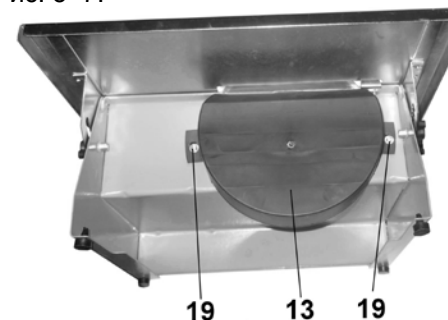

Рис. 5
12.1. Отрезной диск, где режущая часть (напыление) полностью выработалась, подлежит замене. Перед установкой отрезного диска (10) на плиткорез внимательно его осмотрите. На нём не должно быть трещин, сколов. Помните, что отрезной диск (10) достаточно хрупкий. Крайне внимательно обращайтесь с отрезным диском, избегая его ударов и падений, Рис. 5÷7.
12.3. Удерживая гаечным ключом (20) шпindel (22), вторым гаечным ключом (21) открутите гайку (25) и снимите фланец (23), Рис. 5÷7. Снимите отрезной диск (10). Проверьте рабочие поверхности шпинделя (22) и фланцев (23 и 24). С учётом направления вращения установите новый отрезной диск (10), установите фланец (23) и гайку (25). Удерживая гаечным ключом (20) шпindel (22), вторым гаечным ключом (21) закрепите гайкой (25) отрезной диск (10), Рис. 5÷7.
12.5. Как показано на Рис.5, установите и закрепите нижний защитный кожух (13).